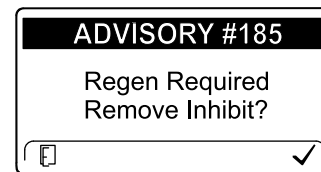

Figura 59
**Nota:** Se l'InfoCenter è impostato per inibire la rigenerazione, ogni 15 minuti l'InfoCenter visualizza il messaggio ADVISORY #185 (Figura 59), mentre il motore richiede una rigenerazione di ripristino.